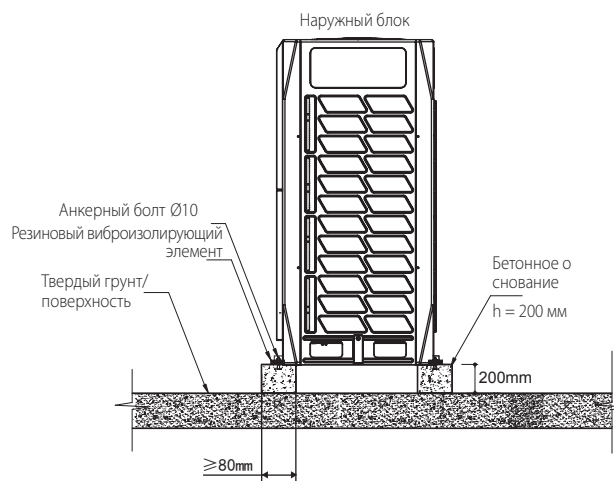

Рис. 4-11
- ❖ Типовая конструкция бетонного основания показана на рис. 4-11. Типовое соотношение для бетонной смеси: одна часть цемента, две части песка и четыре части щебня со стальным арматурным прутком  $\varnothing 10$  мм. Край основания должен быть со скосом.